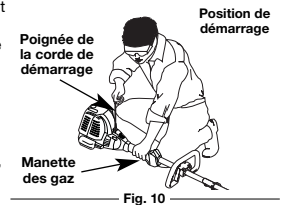

Fig. 10
5. Accroupissez-vous en position démarrage (Fig. 10). Appuyez sur le verrouillage des gaz et appuyez sur le levier de contrôle des gaz. Tirez vivement le lanceur à cinq reprises.